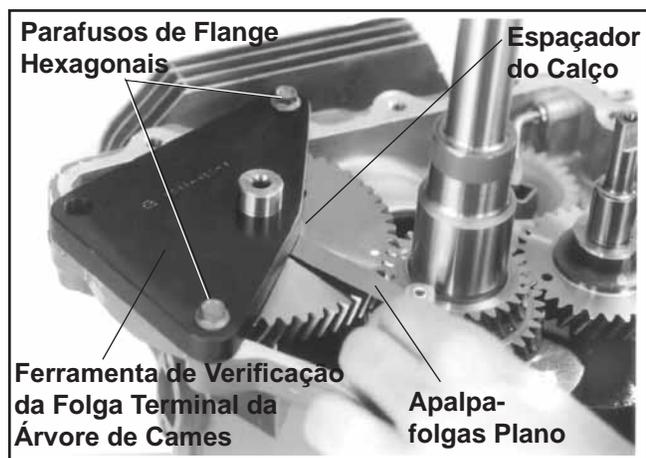

Figura 11-13. Verificar a Folga Terminal da Árvore de Cames.
2. Instale a ferramenta de verificação da folga terminal da árvore de cames (consulte a Secção 2) no cárter e na árvore de cames. Fixe a ferramenta no cárter com os parafusos de flange hexagonais fornecidos. Consulte a Figura 11-13.